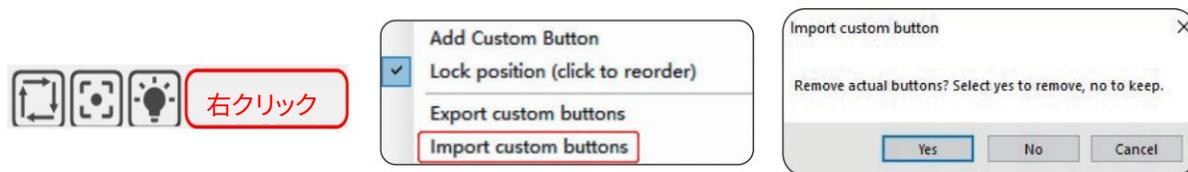

図4 カスタムボタンのインポート
•次に、カスタム ボタンを LaserGRBL にインポートします。LaserGRBL プログラムを開き、下部のボタンの横にある空白領域を右クリックし (図 4 を参照)、<カスタム ボタンのインポート> を選択して、インポートする前にダウンロードしたカスタム ボタンの zip ファイルを選択し、ポップアップが表示されなくなるまで [はい (Y)] をクリックし続けます。